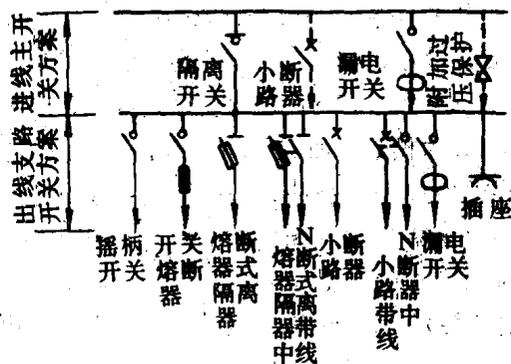

图 0-2 终端组合电器组合方案示意图
1) 具有保护线路或设备功能的组合电器 这种终端组合电器可具有过载、短路、漏电和过电压保护等功能,通常有进线总隔离开关,再经由各支路开关输出至各负载电路,终端组合电器特别适合于交流单相220V、100A以下非熟练人员使用。小型配电或多功能组合电器则适合于工业、商业交流220或380V、电流为300A以下的末端电路中使用。它们的组合方案见图0-2。